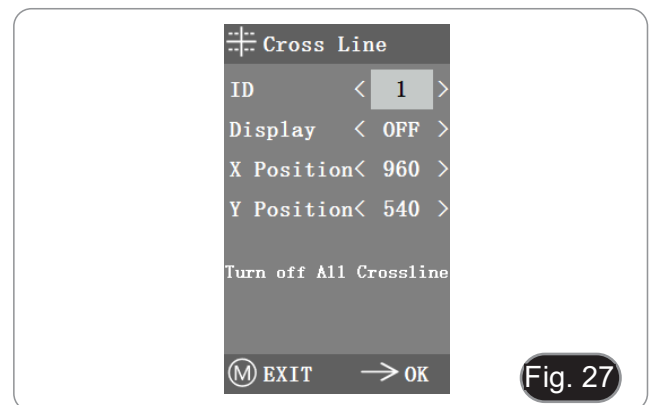

Fig. 27
1. Enter the Cross Line menu. (Fig. 27)